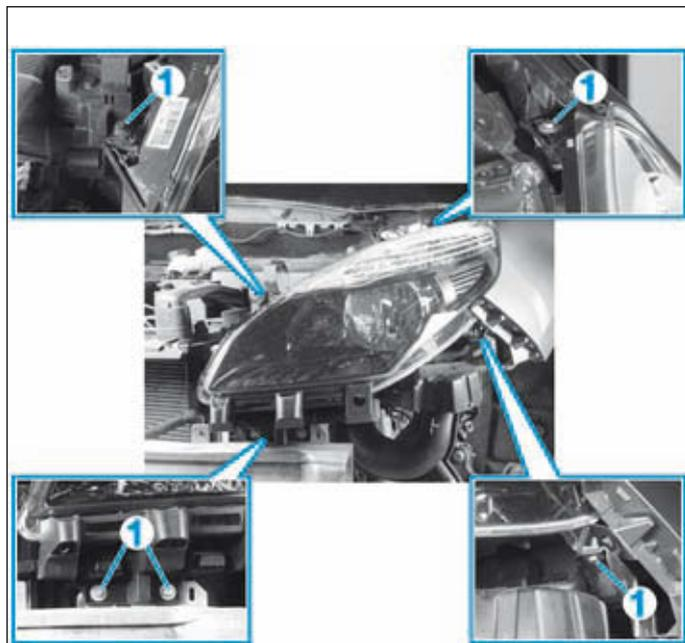

FIG.55
- les fixations (1) du projecteur (Fig.55).